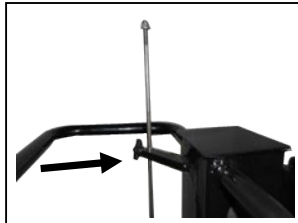

Fig.11
- Dans cette position, régler la tige de contrôle comme sur la fig.11 et la bloquer avec la mollette de serrage.